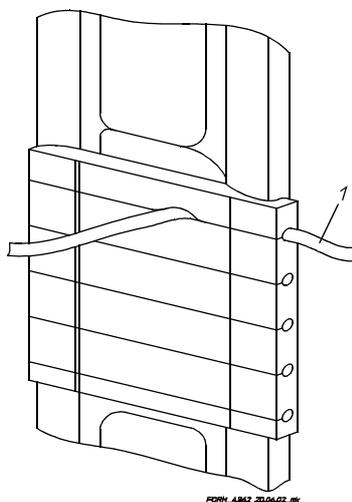

Fig. 1-1
- Enfoncer les différents câbles de jonction aux appareils de mesure (1) dans les rainures prévues à cet effet, en commençant par le coin → Fig. 1-1.